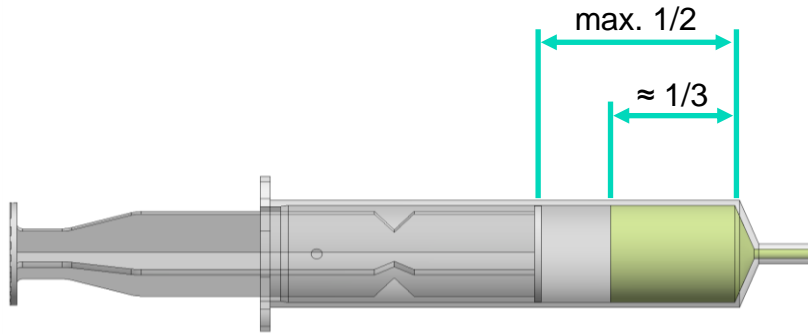

Abbildung 23 - Vorbereitung Spritze - Bremsarmatur entlüften
1. Spritze mit Loch zu etwa 1/3 mit Mineralöl füllen und anschließend maximal zur Hälfte zusätzlich mit Luft aufziehen (siehe Abbildung 23, S. 23).